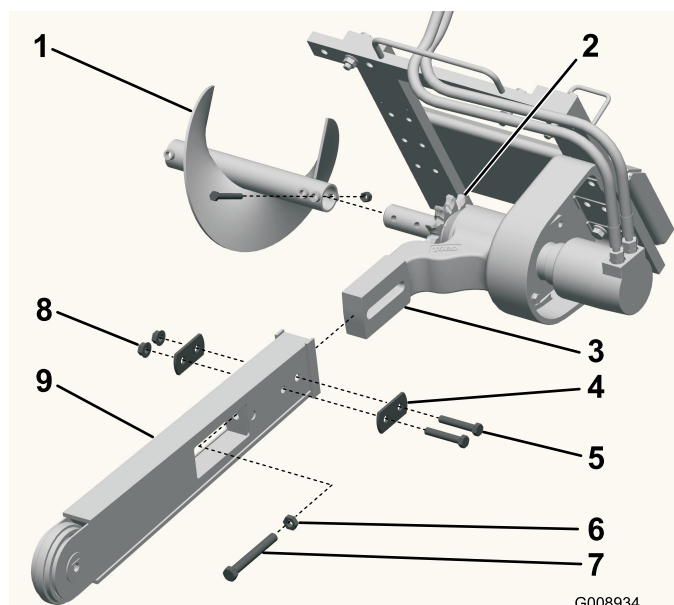

Figura 3
3. Rimuovete il bullone e il dado che fissano le lame della coclea e rimuovete la coclea (Figura 3). Conservate il bullone e il dado per riutilizzarli in seguito.
4. Togliete i due bulloni, i dadi e le rondelle doppie montate sulla parte laterale della barra (Figura 3).
5. Allentate il dado di regolazione e il controdado (Figura 3).